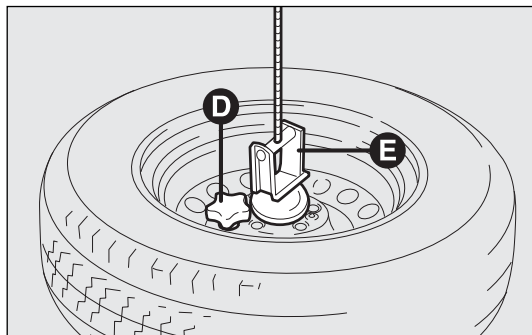

fig. 170
- ❑ desatornillar el pomo de sujeción D-fig. 170 y soltar la rueda retirando el soporte E;
- tomar la rueda sustituida, engancharla al soporte E fig. 170 y apretar el pomo D;